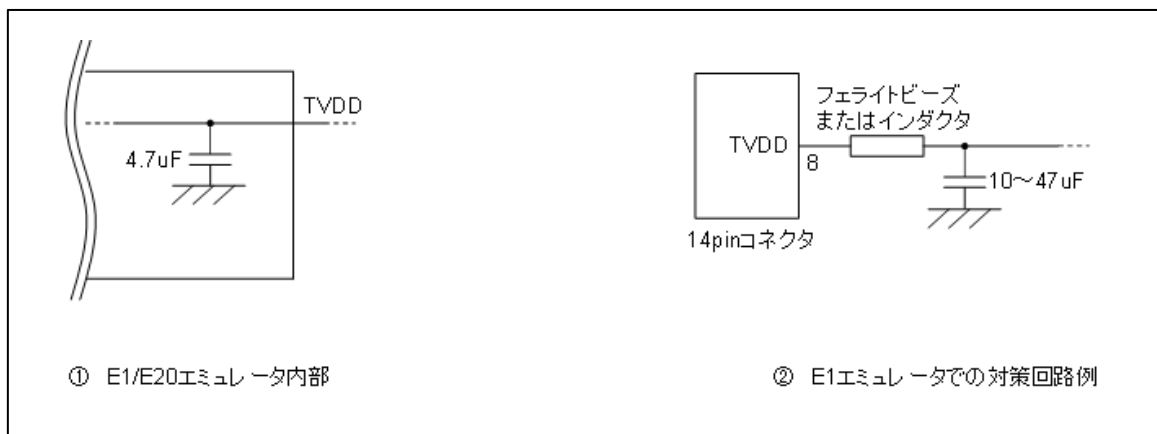

図 2-8 ホットプラグイン向け対策回路
図 2-8 ①のようにE1エミュレータの8番ピンには、エミュレータ内部で4.7 μ Fのコンデンサが付いているため、ホットプラグイン接続を行う場合はユーザシステム上の電源電圧が一瞬低下する場合があります。この電圧降下によりMCUリセットが発生する可能性があります。図 2-8 ②に示すように、エミュレータ接続コネクタのTVDDラインの直近にフェライトビーズ（またはインダクタ）と低ESRで大きめのコンデンサを付けることで症状を軽減することができますが、本対策は、電圧降下を完全に改善するものではありません。なお、ホットプラグイン接続はデバッグ時のみ有効な機能であり、本機能を使用する場合は、別売のホットプラグインアダプタが必要です。